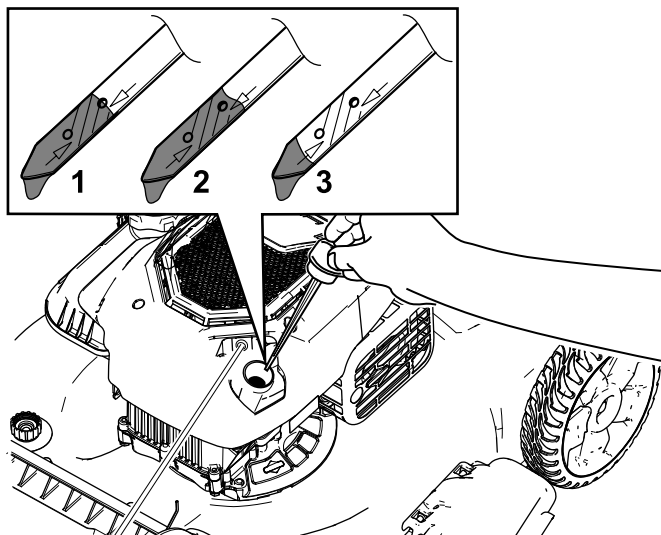

Figure 28
3. Tournez le bouchon dans le sens antihoraire et sortez la jauge (Figure 28).
10. Vérifiez le niveau d'huile indiqué par la jauge (Figure 28).